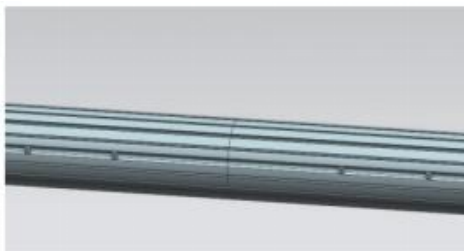

Figuur D7
3.3 Gebruik schroef C om de luchtdruk-vouwarmen aan beide uiteinden vast te zetten. Let op: de vouwarm moet verticaal omhoog en omlaag staan en de linker- en rechterarm moeten zich op dezelfde horizontale hoogte bevinden (afbeelding D7).